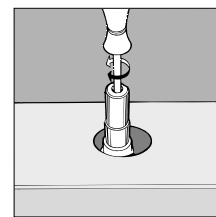

fig.8
- togliere la manopola (fig. 8) ed agire con un cacciavite sulla vite di regolazione posta all'interno dell'astina del rubinetto fino ad ottenere una piccola fiamma regolare (svitando la vite il minimo aumenta, avvitandola diminuisce).